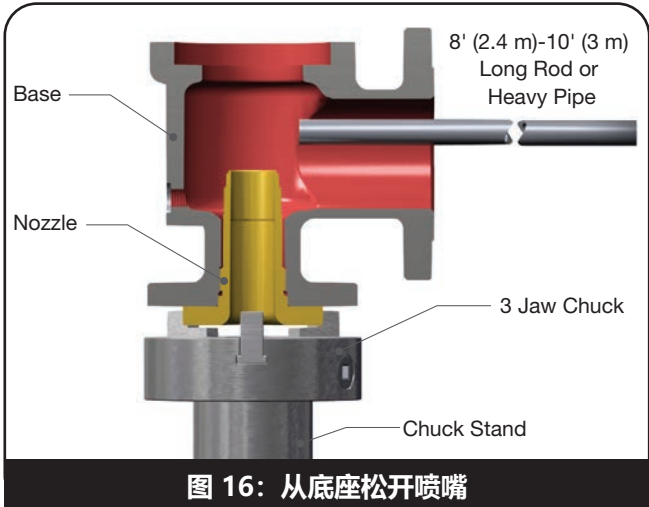
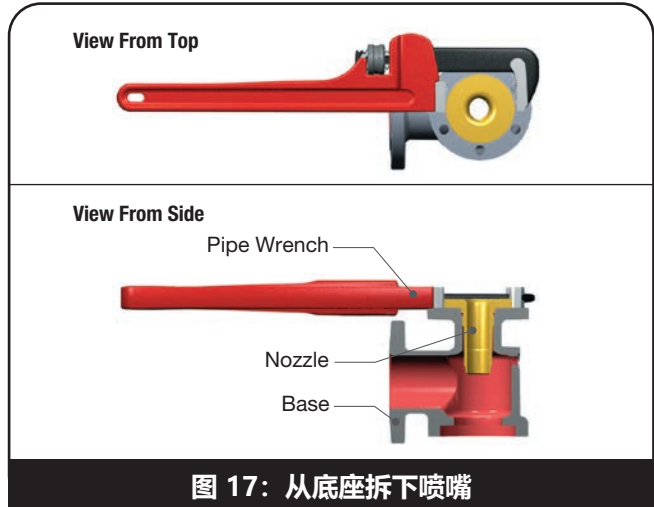

图 16: 从底座松开喷嘴
图 17: 从底座拆下喷嘴
17. 使用三爪或四爪卡盘（垂直焊接到螺栓固定在混凝土地板上的支架上），将喷嘴夹紧到卡盘中，用一根重杆或管子将主体松开（图 17）。
18. 使用喷嘴法兰上的大管钳将喷嘴从底座上拆下（图 16）。
19. 如图 16 所示，或者如图 17 所示，在法兰上使用六角扳手或管钳，将喷嘴从阀门底座上拆下。